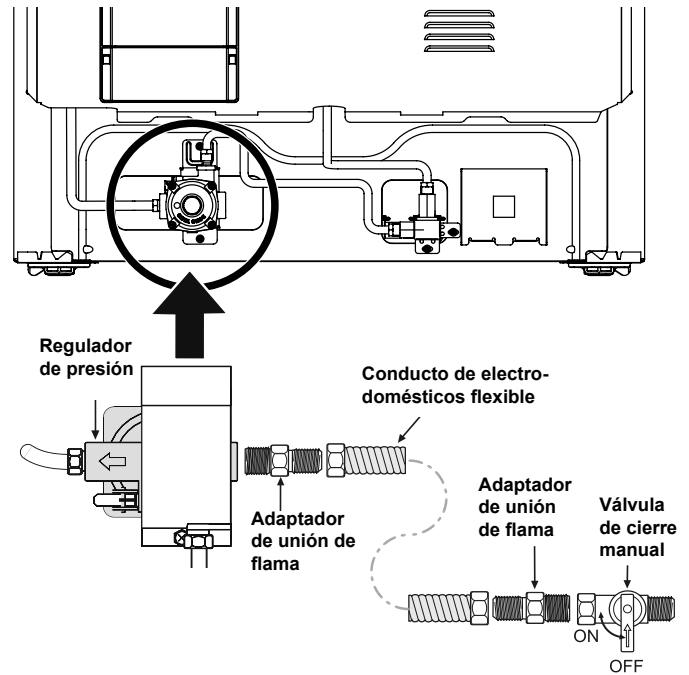

Fig. 8 - conexiones de suministro de gas
- a. Instale una válvula manual externa para cierre de gas hacia la línea de suministro de gas que tenga una ubicación de fácil acceso fuera de la cocina. Asegúrese de conocer dónde y cómo se cierra el suministro de gas hacia la cocina (Vea Fig. 8).
- b. Instale un adaptador para unión de campana de 1/2" hacia el válvula manual del unidad usado NO MAS DE 15pies/lbs de torque. (Vea Fig. 8).
- d. Instale el adaptador de la unión de campana hacia la válvula manual externa de cierre (Vea Fig. 8).
- e. Conecte el flexible conducto a la unión de campana en la válvula manual externa de cierre (Vea Fig. 8).